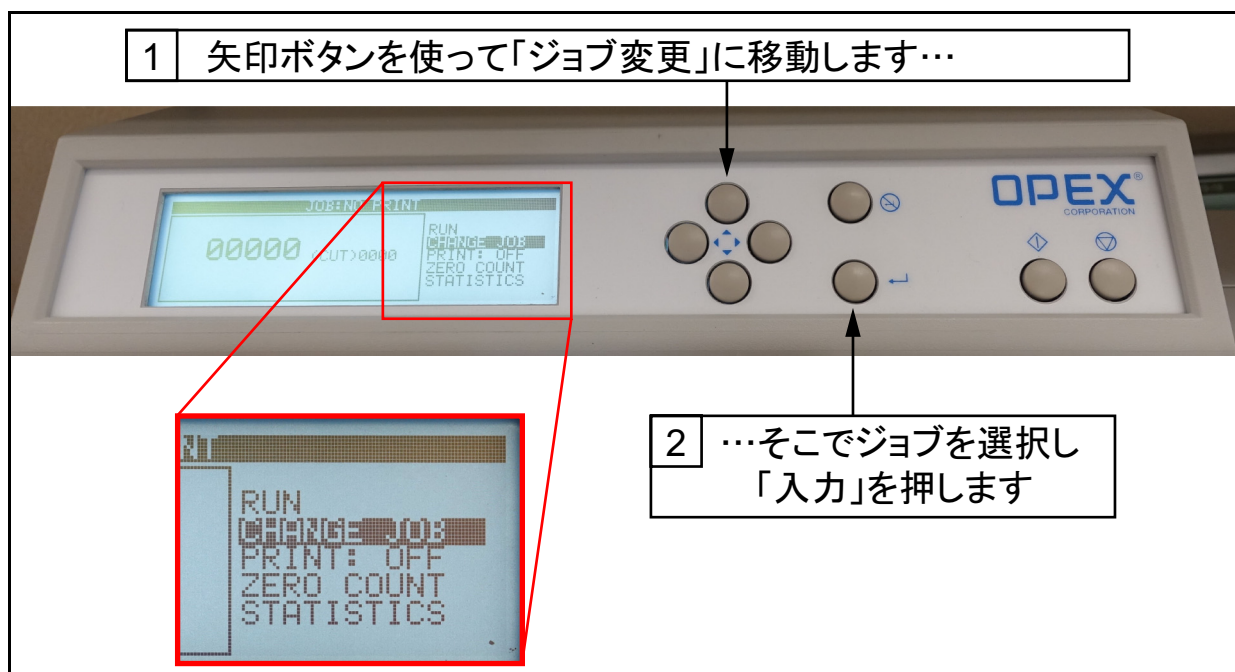

図 4-8: ジョブ選択画面に行く
6. メニューで **矢印** を使って **ジョブ変更** をハイライトし、**ジョブ選択画面** にアクセスして **決定ボタン** を押します (図 4-8)。
7. **矢印ボタン** でジョブをハイライトして選択してから、**決定**を押します (図 4-8)。